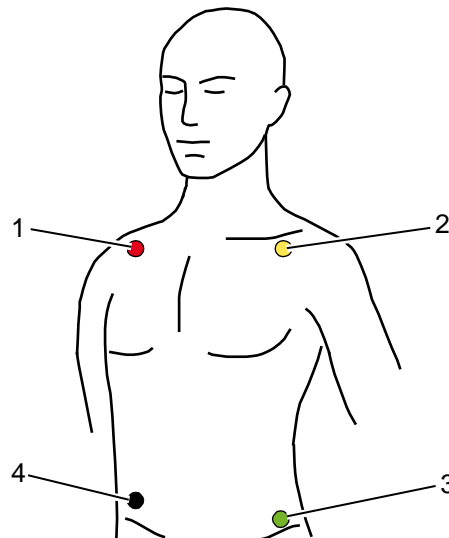

Bild 6-3 EKG-Monitoring, Anbringen der EKG-Elektroden (verkürzte Form)
- Rote EKG-Elektrode: rechter Arm; verkürzt: unter dem rechten Schlüsselbein (Bild 6-3, Pos. 1)
- Gelbe EKG-Elektrode: linker Arm; verkürzt: unter dem linken Schlüsselbein (Bild 6-3, Pos. 2)
- Grüne EKG-Elektrode: linkes Bein; verkürzt: im Bereich der linken Leistenfalte, mittig zur Achse des Beines (Bild 6-3, Pos. 3)
- Schwarze EKG-Elektrode: rechtes Bein; verkürzt: im Bereich der rechten Leistenfalte, mittig zur Achse des Beines (Bild 6-3, Pos. 4)